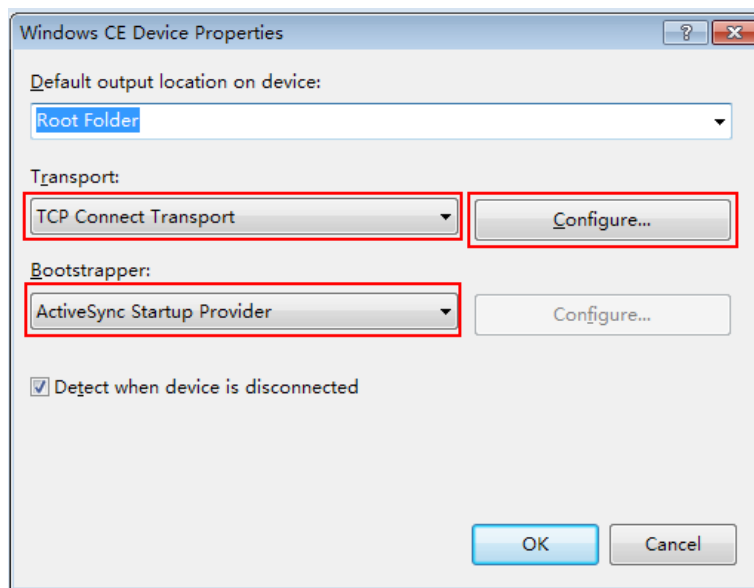

图 4-5
6) 点击 Properties 按钮, 弹出如图 4-5 所示窗口, 并如图选择选项。